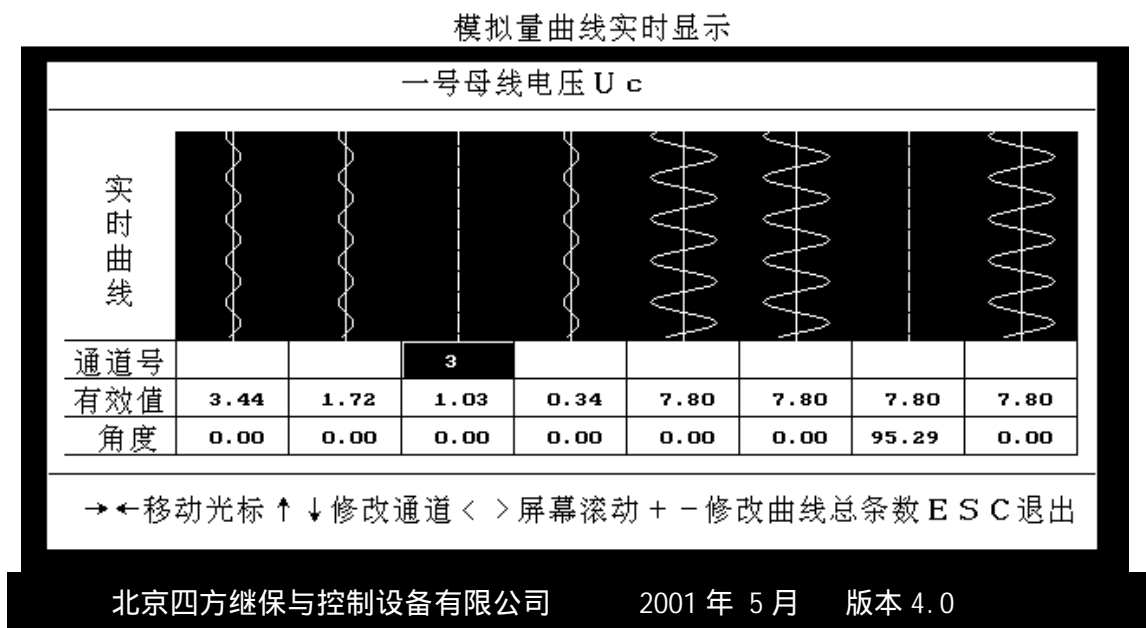

图 4-6-8
3. 模拟波形：实时监视所有模拟量通道波形及有效值、相位角等。各通道可任意组合，屏幕显示可移动、翻页，通道数量可增减。具体操作见图 4-6-8。